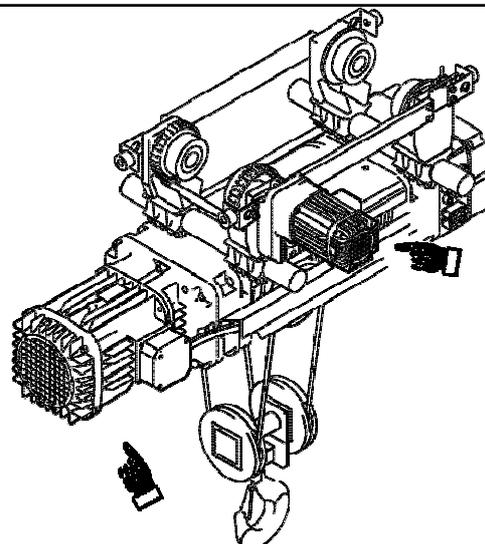

Abb. 138
**Vierteljährliche Überprüfung der Motoren (E-Zug und Katze) auf ihre Leistungsfähigkeit (Abb. 138):**